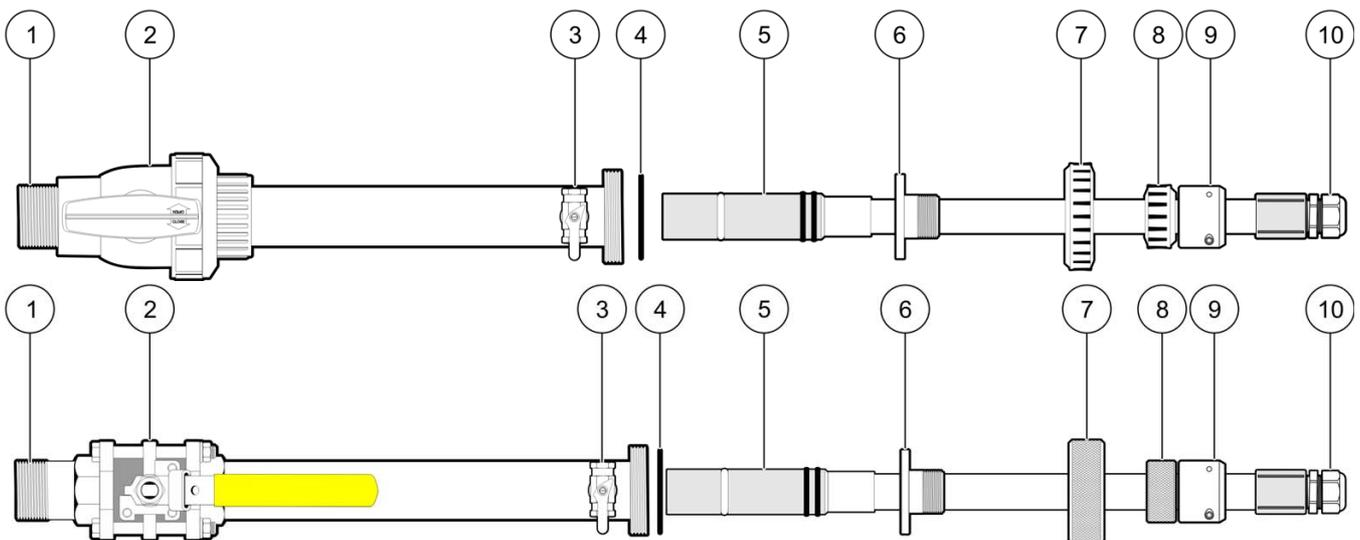

Abbildung 1 CPVC- und Edelstahl-Rohreinbauarmatur
2. Die Innensechskant-/Kreuzschlitzschrauben an der Halteklammer lösen und die Haltekappe abschrauben. Siehe Abbildung 1.
3. Den Verschlussring abschrauben und die Einsetz-/Entnahmeschaftbaugruppe aus der montierten Einsetzvorrichtung entnehmen. Siehe Abbildung 1.
1. Zum Abdichten den 1½" NPT-Nippel mit Teflonband umwickeln (siehe Abbildung 1).